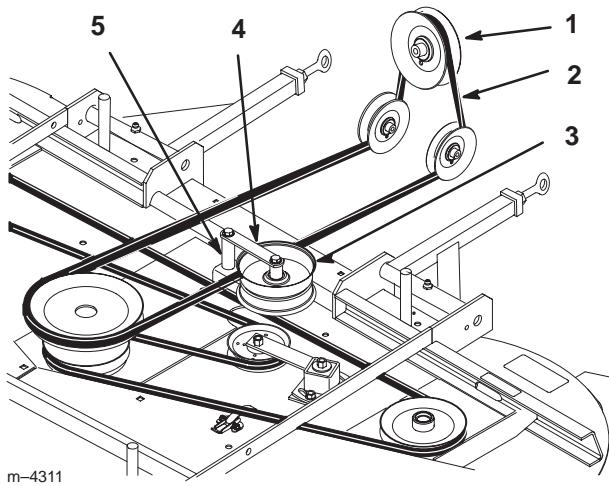

Figure 64
3. Déposez la courroie d' entraînement de PdF de l' embrayage, des poulies de tension arrière et de la poulie centrale supérieure du plateau de coupe (Fig. 64).
4. Retirez le boulon, l' écrou, la rondelle et l' entretoise de l' ensemble support de poulie de tension. Retirez la courroie de l' ensemble support (Fig. 64).
6. Placez la courroie dans l' ensemble support de poulie de tension. Remettez le boulon, l' écrou, la rondelle et l' entretoise dans l' ensemble (Fig. 64).